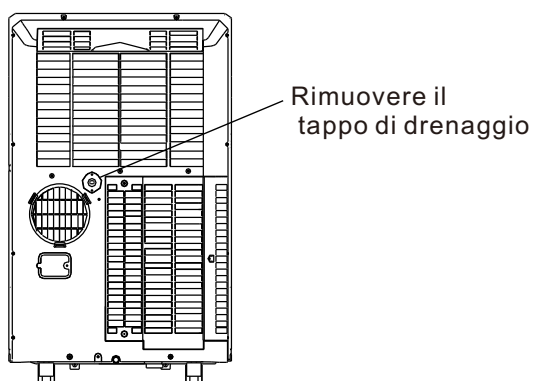

Fig.23
- In modalità di deumidificazione, rimuovere il tappo di drenaggio dal retro dell'unità, installare il connettore di drenaggio (raccordo riparatore universale femmina da 5/8) con un flessibile da 3/4 (da acquistare separatamente). Per i modelli senza connettore di drenaggio, montare il flessibile di drenaggio direttamente sul foro. Posizionare l'estremità aperta del flessibile direttamente sull'area di drenaggio del basamento. Fare riferimento alle Fig.23 e 24
- Rimuovere il tappo in gomma sul retro dell'unità e collegare un flessibile all'uscita di drenaggio. Collocare l'estremità aperta del flessibile direttamente sull'area di drenaggio del basamento. (Vedere Fig.23 e 24).